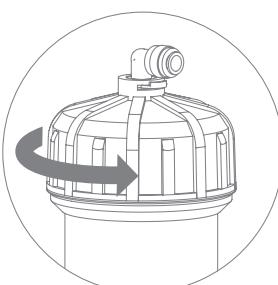

Рис. 18
4. Открутите крышку корпуса мембранны (рис. 18), используя ключ из комплекта поставки¹¹, извлеките отработанную мембранны (рис. 19).